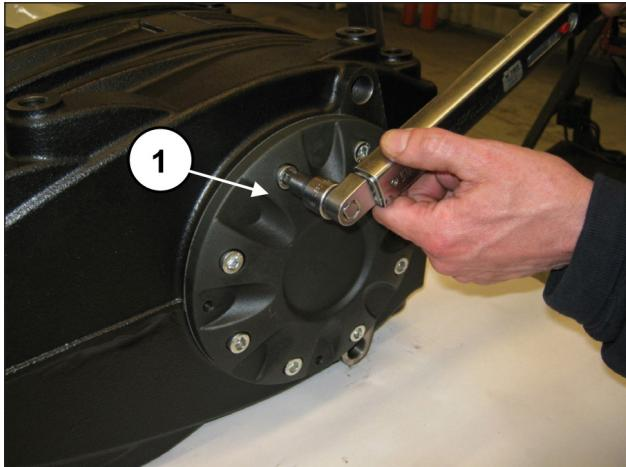

Fig. 62
Apretar los 8 tornillos M10x30 (pos. ①, Fig. 62).